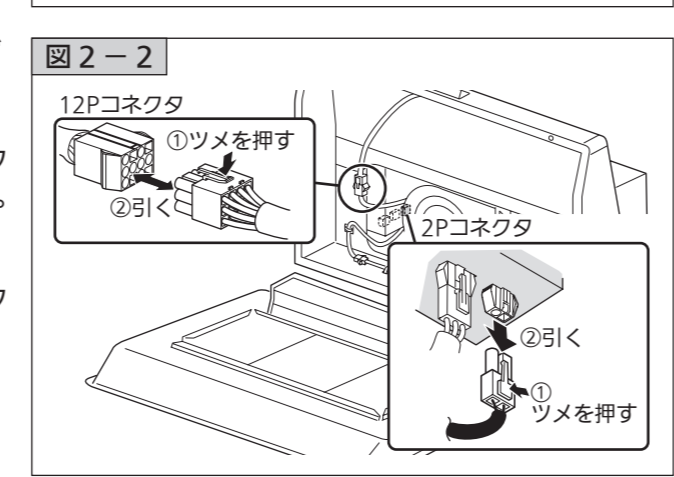

図2-2
- 1) 右図の位置のコネクタ(2P・12P)をはずします。(図2-2)